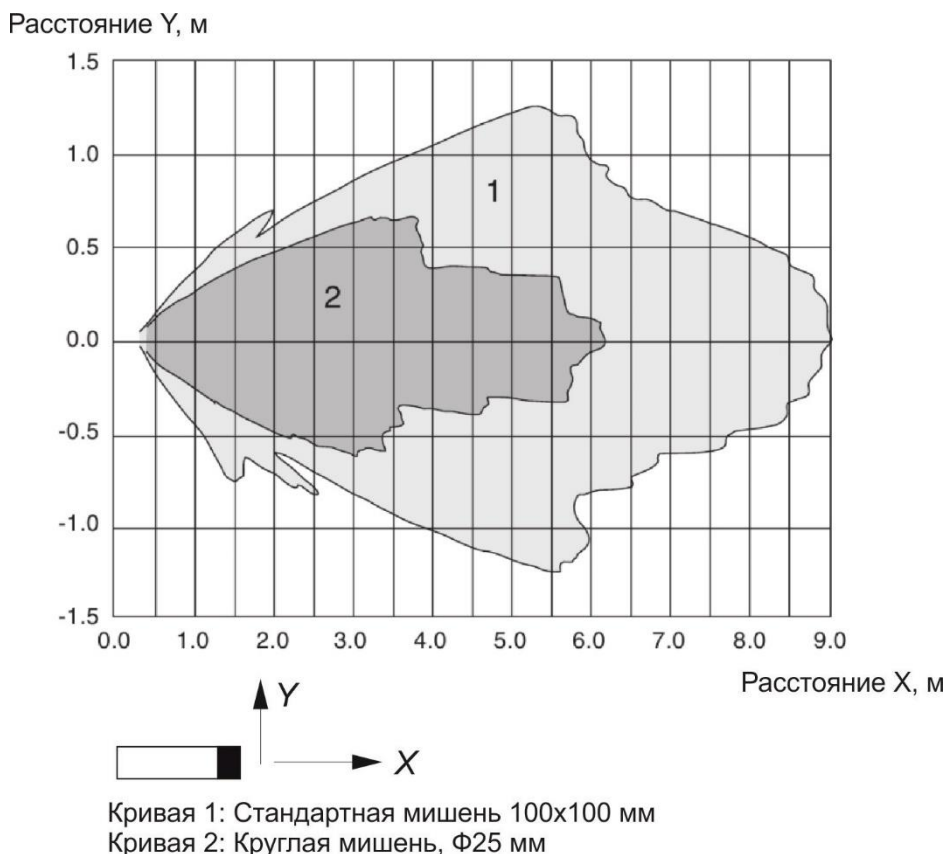

Рис.2
7.10 Объект воздействия должен располагаться параллельно чувствительной поверхности датчика. При наклоне объекта воздействия, максимальная граница зоны чувствительности уменьшается. На рис.2 представлена область взаимодействия ультразвуковых колебаний датчика на объект воздействия. Во избежание ложных срабатываний, в этой области, а также перед объектом воздействия не должны находиться посторонние предметы. Допускается наличие посторонних предметов за объектом воздействия.